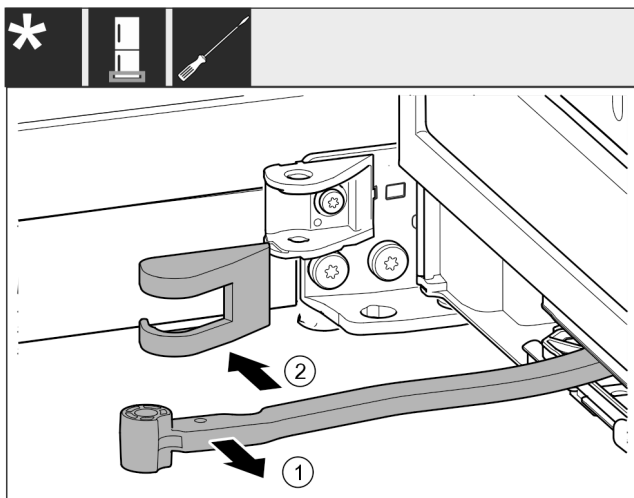

Fig. 16
- ▶ Завъртете шарнира в посока към вратата. Fig. 16 (1)
- ▶ Отстранете капака на лагерната стойка. Fig. 16 (2)